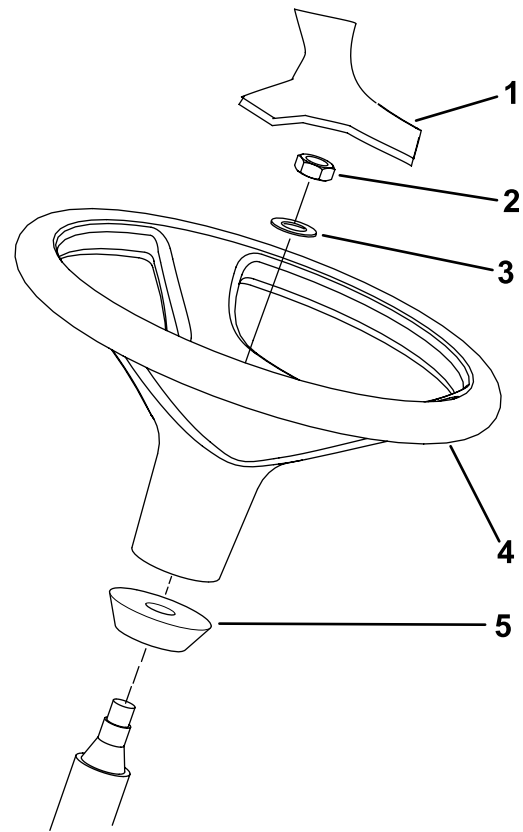

Figura 13
- Nota:** Accertatevi che il collare in schiuma rimanga sul piantone (Figura 13).
3. Collocate il volante e rondella sul piantone (Figura 13).
5. Montate il coperschietto sul volante (Figura 13).
1. Rimuovete il volante dal supporto per il trasporto (Figura 13).